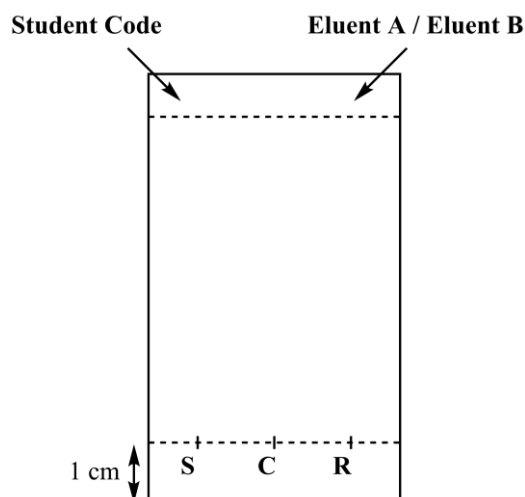

Abb. 3. DC-Plattenvorbereitung
3. **Bereiten Sie Ihre DC-Platte vor. Zeichnen** Sie mit Ihrem Bleistift eine Startlinie (1 cm oberhalb des unteren Plattenrandes) und **markieren** Sie die 3 Positionen für den Probenauftrag. **Beschriften** Sie diese mit **S** (Startmaterial), **C** (Rohprodukt, *crude*) und **R** (umkristallisiertes Produkt, *recrystallized*), wie in Abb. 3 dargestellt. **Schreiben** Sie Ihren **Studentcode** auf das linke, obere Ende der Platte. **Schreiben** Sie das verwendete Laufmittel (zuerst **Laufmittel A**, dann **Laufmittel B**) auf das rechte obere Ende der Platte. **Tragen** Sie die Proben mit den Kapillaren auf die Platten auf.